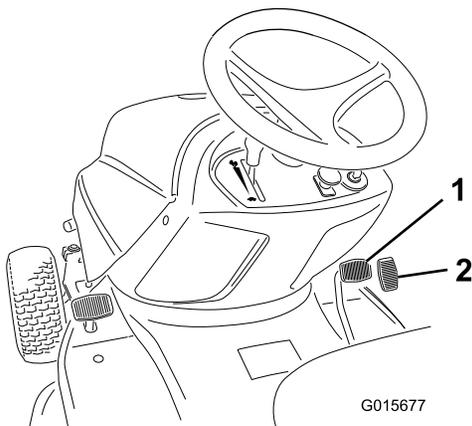

Figura 15
2. Coloque el pie en el pedal de control de tracción y pise lentamente el pedal para avanzar (Figura 15).
2. Coloque el pie en el pedal de marcha atrás y pise lentamente el pedal para desplazarse hacia atrás (Figura 15).